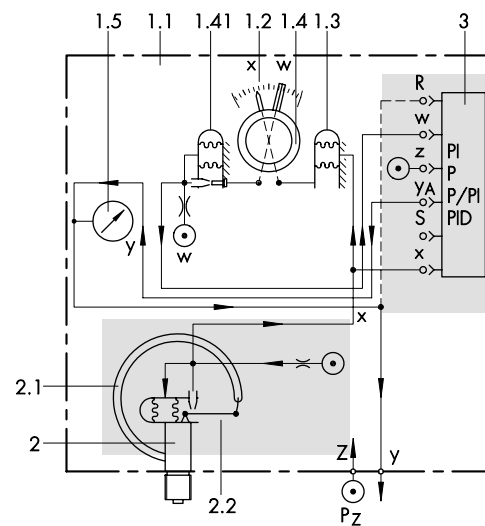

Bild 4 · Wirkbild, Festwertregler für Druck, Ausführung mit Reglerstation Typ 3432-01
Die in Bild 4 dargestellte Reglerstation (Festwertregler) enthält Skala (1.2), Istwertanzeige (1.3), Sollwertinsteller (1.4) und Steckverbindungen zur Aufnahme eines Reglerbausteins (3). Beim Herausziehen des Bausteins werden die pneumatischen Steckverbindungen dicht abgeschlossen. Das Istwertsignal  $x$  erzeugt an dem Balg-Messsystem der Istwertanzeige (1.3) einen Ausschlag, der über ein Zeigerwerk auf den Zeiger übertragen wird. Der Sollwert (Führungsgröße  $w$ ) ist von vorne an der Skala (1.2) einstellbar. Die Stellung des Sollwertinstellers (1.4) wird über ein Zeigerwerk auf den Sollwertgeber übertragen. Dieses Nachlaufsystem (2.2) formt den eingestellten Sollwert in ein pneumatisches Sollwertsignal ( $w$ ) um, das dem Reglerbaustein zugeführt wird. Der Reglerbaustein vergleicht Istwert- und Sollwertsignal ( $x$  und  $w$ ) und steuert in Abhängigkeit von der Regelabweichung und den eingestellten Regelparametern das Stellsignal  $y_A$  aus. Das Stellsignal ist mit der Stelldruckanzeige (1.5) und dem Ausgangsanschluss  $y$  verbunden.
Die in Bild 5 gezeigte Reglerstation entspricht weitgehend der Ausführung nach Bild 4. Sie enthält jedoch zusätzlich einen Hand-/Automatik-Schalter (1.6), einen Einsteller für Handbetrieb (1.7) und eine Differenzdruckanzeige (1.8). Stelldruckanzeige (1.5) und Ausgangsanschluss  $y$  sind bei Schalterstellung AUTOMATIK mit dem Automatik-Stellsignal  $y_A$  und bei Schalterstellung HAND mit dem am Einsteller (1.7) eingestellten Hand-Stellsignal  $y_H$  verbunden. Eine stoßfreie Umschaltung von Hand- auf Automatikbetrieb ist möglich, wenn der Differenzdruckanzeiger die Übereinstimmung von  $y_A$  und  $y_H$  anzeigt.